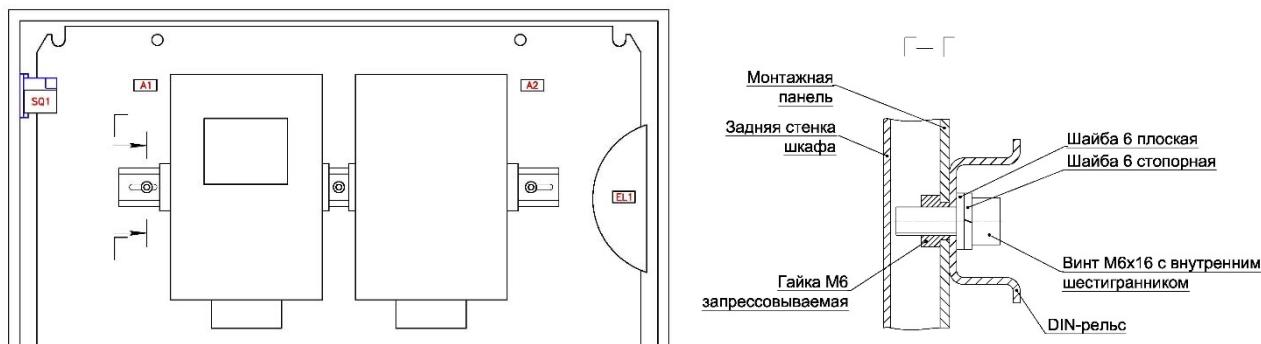

Рисунок 4 – Крепление AZT+
3.4.4 При монтаже шкафа на стену необходимо установить специальные крепления в отверстия, расположенные на задней стороне шкафа в соответствии с инструкцией, идущей в комплекте с креплениями. Из отверстий в шкафу предварительно вытащить пластиковые заглушки. Крепление шкафа к стене показано на рисунок 4.